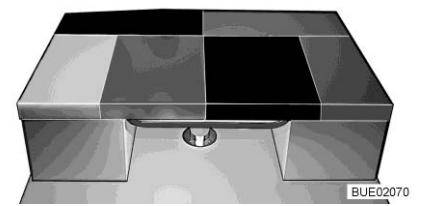

Fig. 159 Après la transformation
- Placer le coussin supplémentaire sur la table (voir Fig. 159).